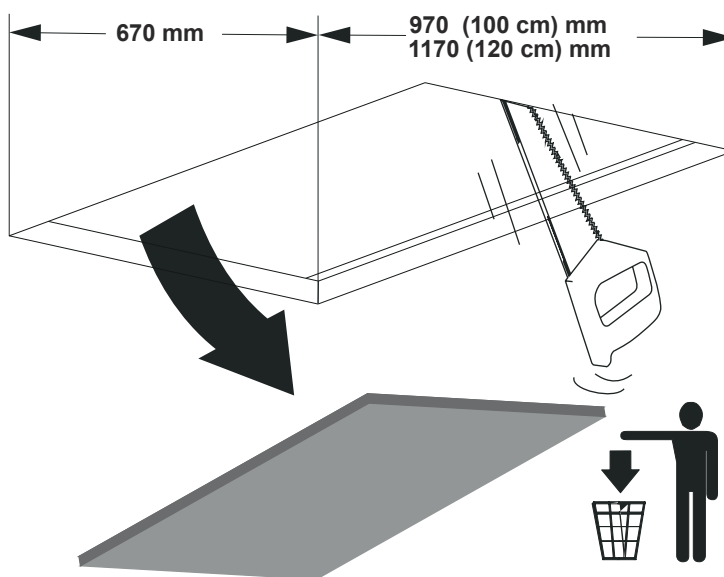

Fig. 7
1. Taket eller materialet där fläkten ska monteras måste skäras till enligt angivna mått (Fig. 7).